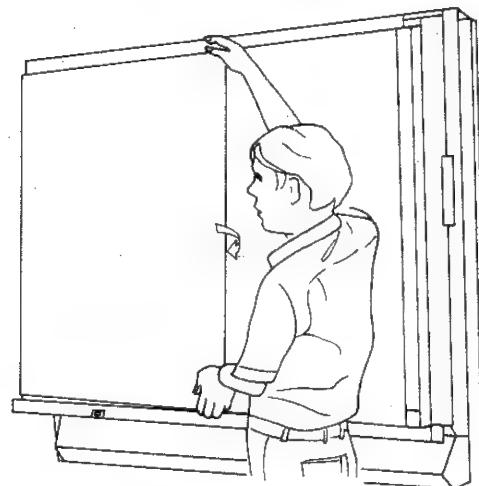

Abbildung 27
(11) Die Weißblattspule hochheben und aus dem unteren Weißblatthalter herausziehen.
(12) Das Weißblatt FEST auf die herausgezogenen Spule aufwickeln, und die Spule von der rechten Seite der Tafel zur linken Seite bringen. (Abbildung 27)